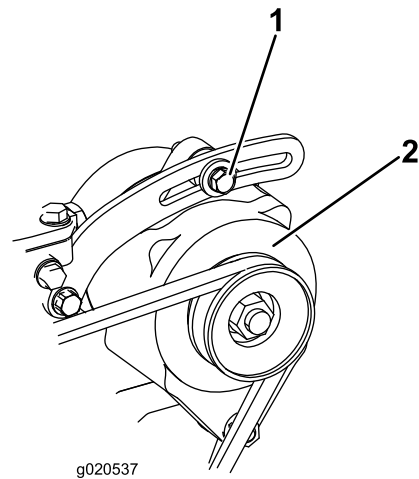

Figure 87
1. Si vous n'obtenez pas une flèche de 10 mm, desserrez les boulons de fixation de l'alternateur (Figure 87).